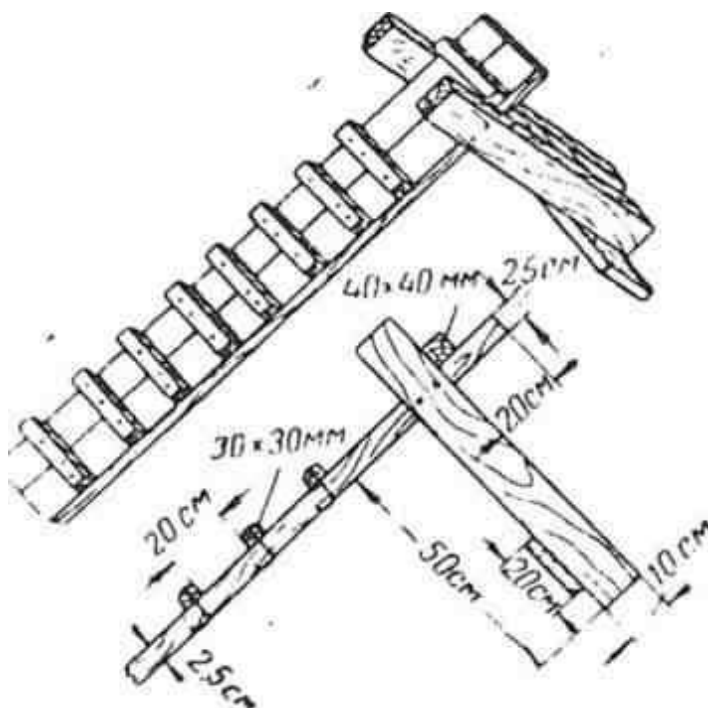

Рис. 4
7) стремянка - легкий, в две тесины щит с набитыми сверху деревянными планками - для хождения по кровле во время производства работ; длина стремянки от 3 до 4 м (рис. 4), при ней подставка для установки ведра со смолой (рис. 5);